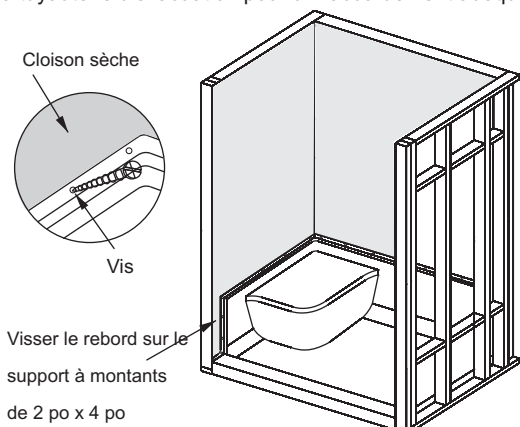

FIGURE 3
- Positionner la section de base avec soin dans l'alcôve et la repousser à affleurement contre les murs de la structure, comme illustré par la figure 3.